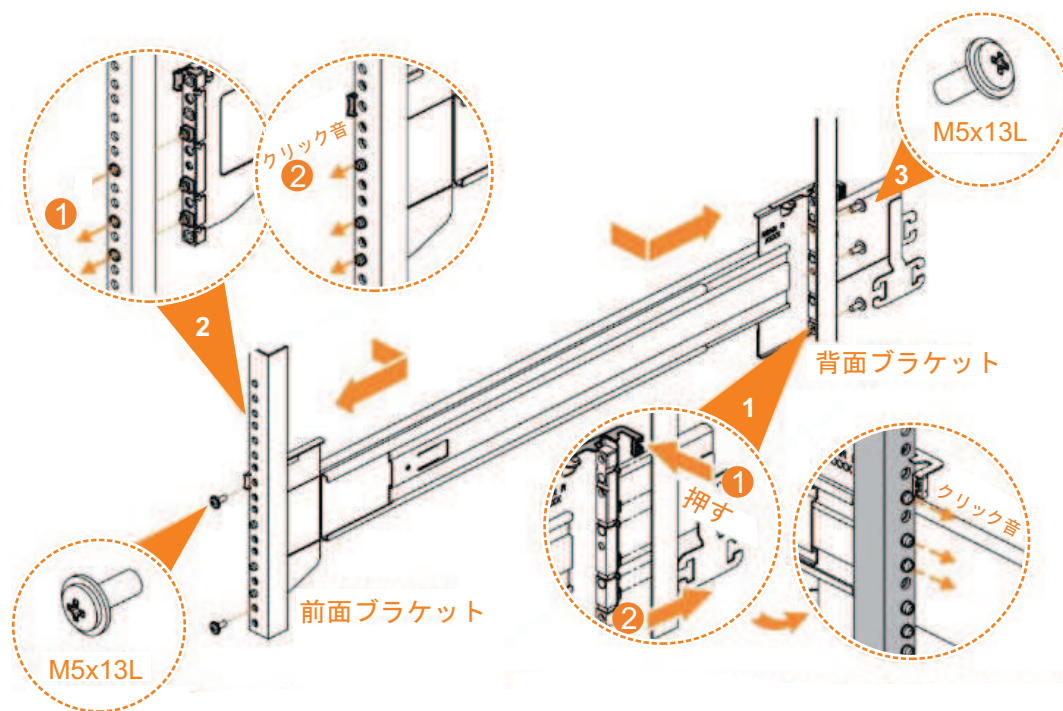

図 40. ラック・フレームへのレール・アセンブリーの取り付け
6. M5 ねじを使用して、外部レール・メンバーとブラケット・アセンブリーをラックに取り付けます (図 40 を参照)。